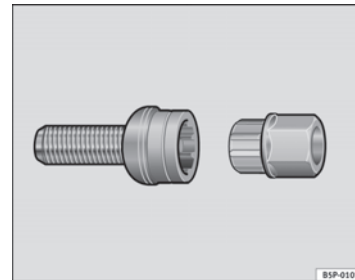

Abb. 139 Diebstahlhemmende Radschraube
- Setzen Sie den Adapter bis zum Anschlag in die diebstahlhemmende Radschraube ein ⇒ Abb. 139.